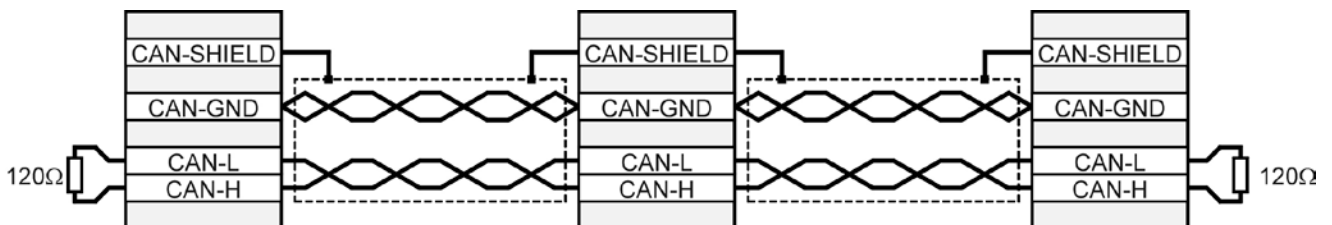

Abbildung 25: Verkabelungsbeispiel für CAN-Bus
- Die einzelnen Knoten des Netzwerkes werden grundsätzlich linienförmig miteinander verbunden, so dass das CAN-Kabel von Regler zu Regler durchgeschleift wird (siehe *Abbildung 25*)